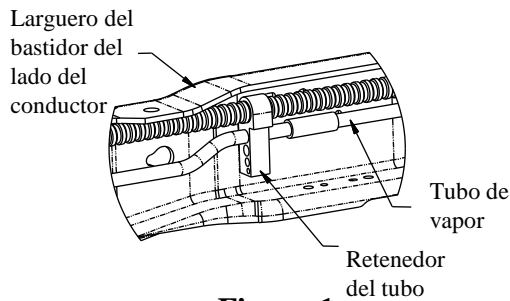
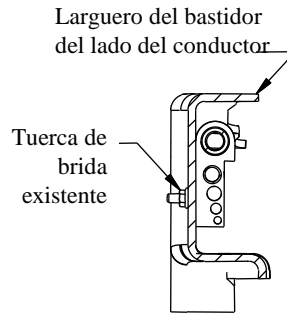
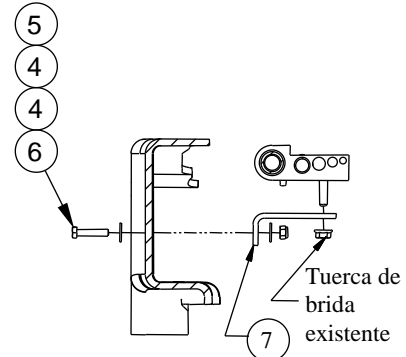

Figura 1a
Figura 1b
Figura 1c
2. **En los vehículos de motor de Gas solamente.** El tubo de vapor que va a lo largo del costado interior del larguero del bastidor del costado del conductor se debe reposicionar antes de instalar el soporte del costado del conductor. Ver Figura 1a. Quitar la tuerca mariposa del exterior del bastidor y guardar para uso posterior. Ver Figura 1b. Rotar todos los tubos hacia arriba y afuera del camino. Instalar el soporte en L (7) con piezas de 1/4" (4) (5) (6), como se muestra en la Figura 1c. Apretar el soporte en L (7) al bastidor, pero dejar el retenedor del tubo suelto para ayudar en la instalación del soporte.
13. **En los vehículos de motor de Gas solamente.** Usar la tuerca mariposa de fábrica que se retiró en el paso 2 para apretar el retenedor de tubo en el soporte en L como se muestra en la Figura 1c.